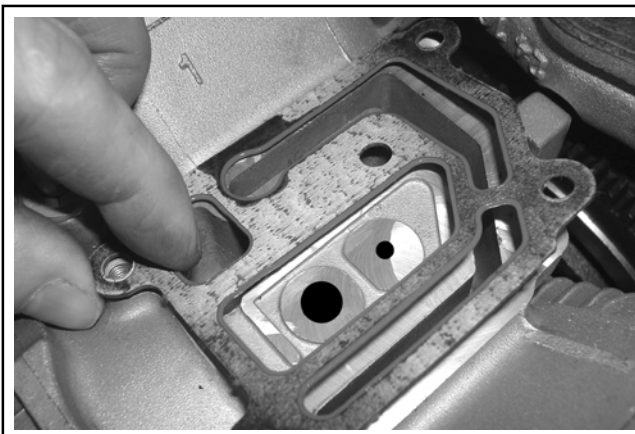

Figura 9-30. Rimozione della guarnizione del coperchio dello sfato.
5. Rimuovere il coperchio dello sfato e l'eventuale guarnizione. Vedere Figura 9-30.